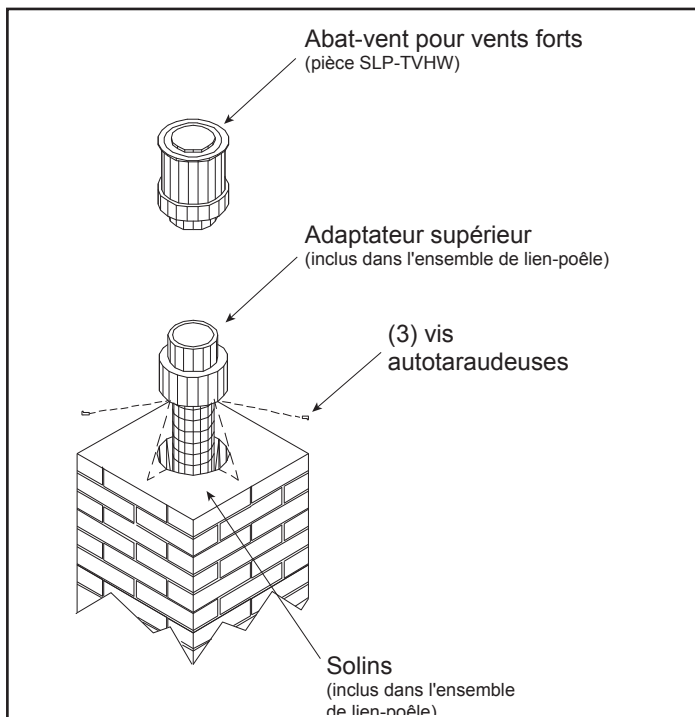

Figure 4.21
8. Fixez l'adaptateur supérieur au solin en tôle galvanisée. Vissez trois vis à tôle dans le côté de l'adaptateur supérieur et dans la bride du solin. Voir la figure 4.21. Verrouillez l'abat-vent pour vents forts sur le dessus de l'adaptateur en le faisant tourner.